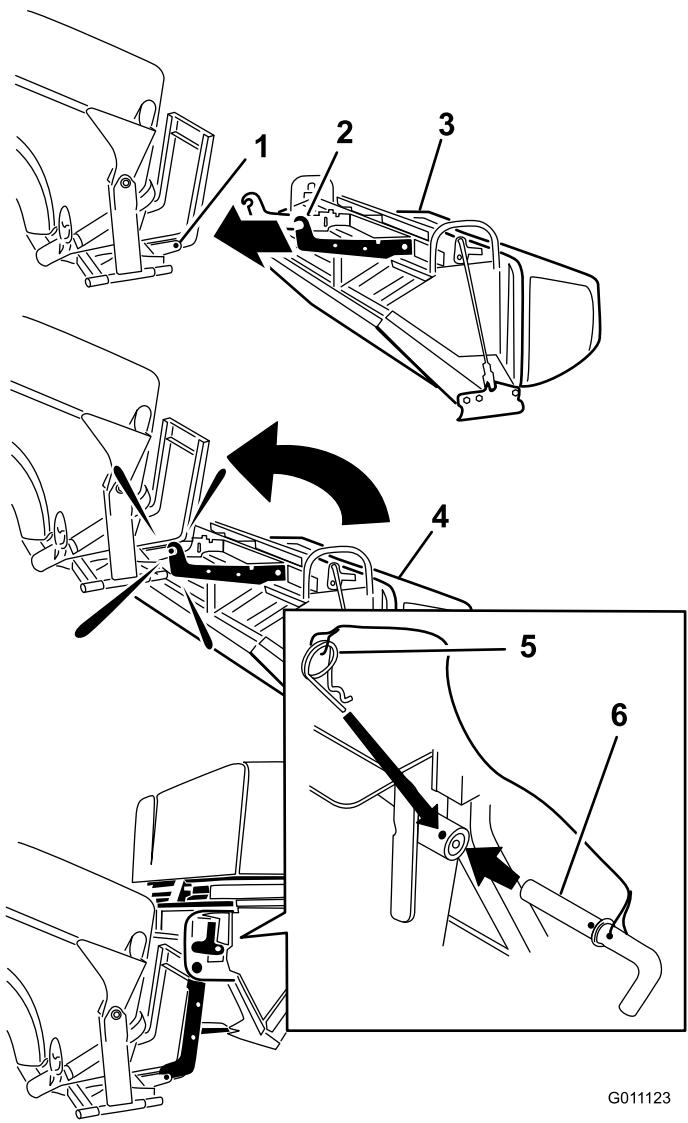

Figura 11
1. Coloque el ensacador boca arriba (Figura 11).
2. Deslice los ganchos sobre el soporte de montaje inferior (Figura 11).
4. Alinee el taladro del ensacador con el soporte de montaje superior (Figura 11).
5. Instale el pasador en cada lado, sujetándolo con la chaveta (Figura 11).